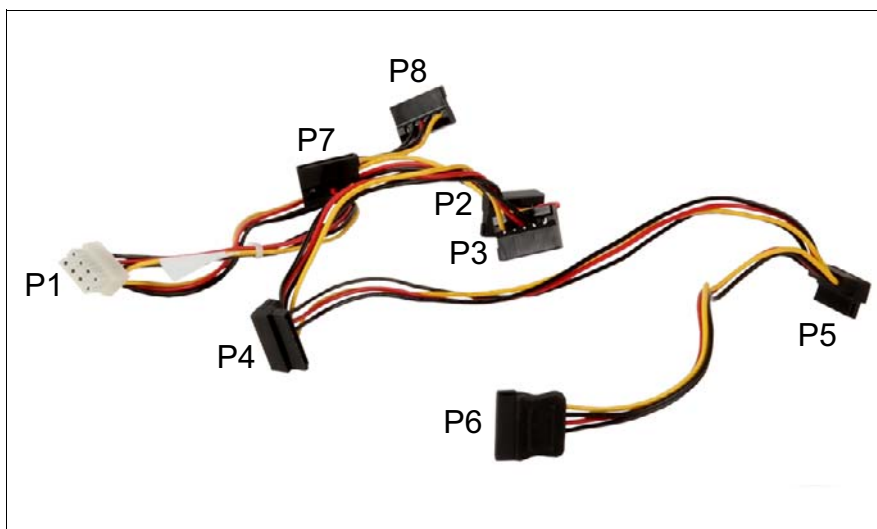

図 227: 電源ケーブル T26139-Y4012-V101
- ▶ 光ディスクドライブから SATA 電源ケーブルコネクタ P8 を取り外します。329 ページ の 図 227 を参照してください。
- ▶ 新しい SATA 電源ケーブルコネクタ P8 を光ディスクドライブに接続します。329 ページ の 図 227 を参照してください。
- ▶ 電源アダプタケーブルから故障した電源ケーブルコネクタ P7 を取り外します。329 ページ の 図 227 を参照してください。
- ▶ 新しい電源ケーブルコネクタ P7 を電源アダプタケーブルに接続します。329 ページ の 図 227 を参照してください。
- ▶ HDD から SATA 電源ケーブルを取り外します (329 ページ の図 227 を参照)。
- ▶ 新しい SATA 電源ケーブルを HDD に接続します (329 ページ の図 227 を参照)。